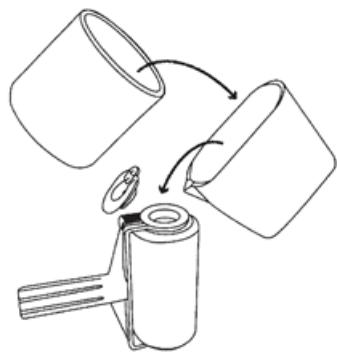

Fig. 1
- 3.Versare fino a 900 ml di vernice nel rullo usando la brocca Easy Pour (Fig. 1) .